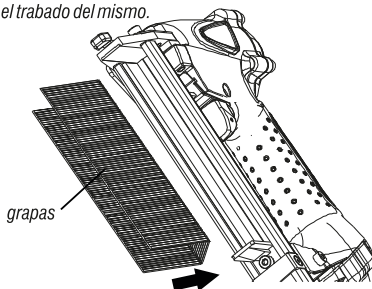

Fig. 4 – Posicionamiento de las grapas
- 3 – Coloque las grapas con las puntas para fuera, Fig. 4;